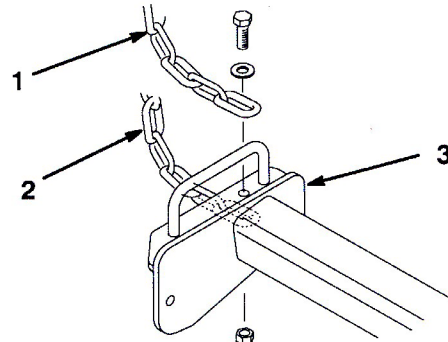

図 9
3. チッパー・チェーンをカッティングユニットに取り付ける (図 9)： 27in.カッティングユニットの場合はキャリア・フレームの上面： 32in.カッティングユニットの場合はキャリア・フレームの下面： 取り付けにはキャップスクリュー、ワッシャ、ロックナットを使用する。